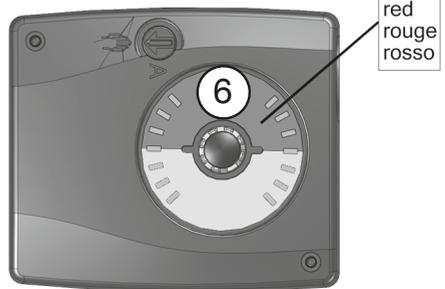

Fig. 16
7. Impostare nuovamente l'**interruttore di funzionamento (1)** sul **funzionamento automatico** ruotando in senso antiorario di 90° con l'aiuto di un cacciavite, così facendo lo slot sarà in posizione verticale e la punta della freccia indicherà il **simbolo "A"** (fig. 16).